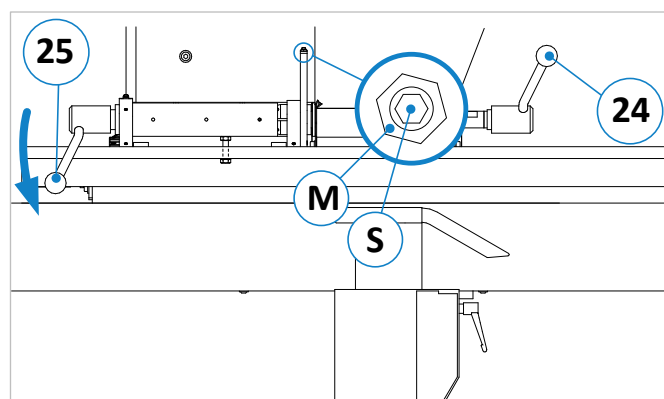

Figure 40 : calibrer l'angle à 90 degrés
1. Voir \Rightarrow Figure 40 : Lorsque le levier de serrage (24) est ouvert, déplacer le levier de réglage (25) vers l'avant (en direction de la table de dégauchissage) \rightarrow La butée se rabat automatiquement à 45°.
3. Pour le réajustement, ouvrir le levier de serrage (24). ouvrir et débloquer le contre-écrou (M) avec une clé à fourche 10 mm. Réglez l'angle avec une clé Allen 3 mm sur la vis sans tête (S).